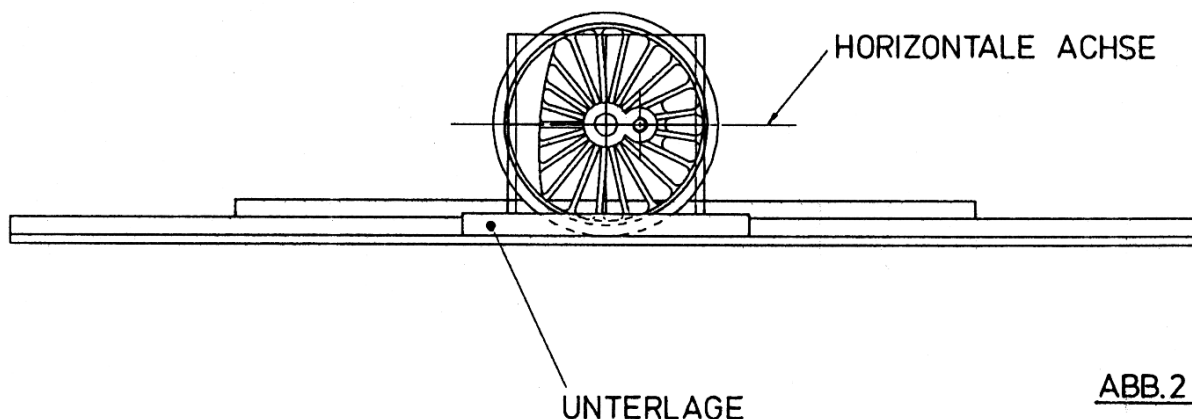

ABB.2
A aligner Roue avec une rotation d'environ 90°. Légèrement sur l'essieu, de sorte que il peut encore être tordu. Roue fixe de l'autre côté entre la roue de l'autre côté. Les deux rails de serrage de l'appareil (1) et le fixer à l'aide des deux vis (2) J'aimerais m'habiller. Tournez cette roue jusqu'à ce que la verticale Ligne du prisme (3) avec la verticale. De la roue motrice (Fig. 1 - axe vertical). Serrer ensuite uniformément et fermement. De l'autre côté, la deuxième roue. Jusqu'à la ligne horizontale du prisme en croix avec l'horizontale. L'axe de la roue motrice est le même. (Fig. 2 - axe horizontal). En fonction du diamètre de la roue motrice il est conseillé de placer une base sous le prisme. Pour la compensation de hauteur. La roue alignée peut alors être nous recommandons, pour cela, de notre dispositif de pression 90810.